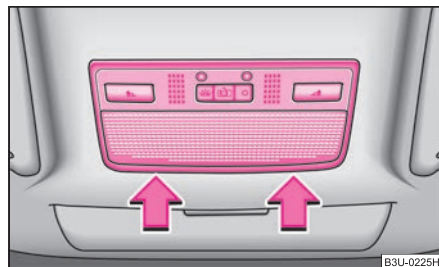

Abb. 206 Innenleuchte vorn bei Fahrzeugen ohne elektrisches Schiebe-/Ausstelldach
- Setzen Sie einen kleinen Schraubendreher in den Schlitz neben der Leuchte ein ⇒ **Abb. 206**.